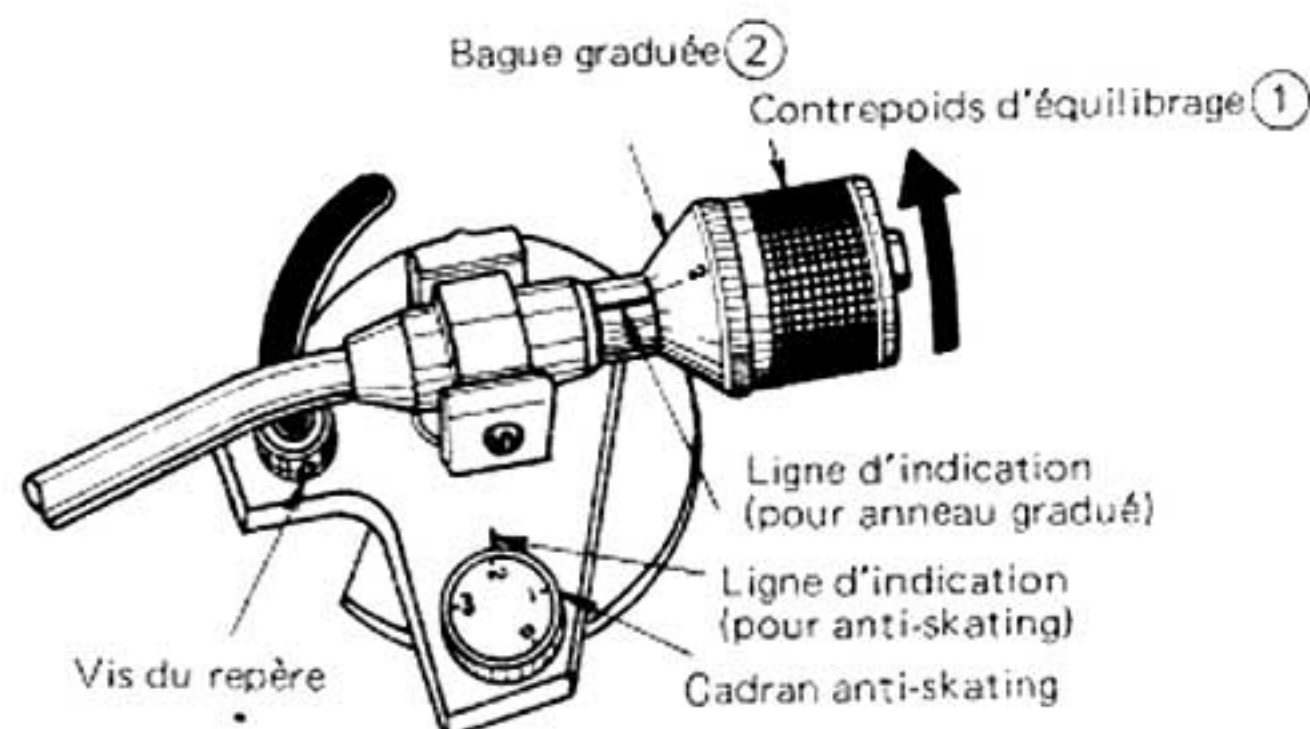

Fig. 11
- (1) Tourner le contrepoids équilibrage ① jusqu'à ce que le bras de lecture soit parfaitement équilibré.
- (2) Une fois le bras de lecture équilibré, tourner la bague noire graduée ② jusqu'à ce que le "0" de la bague vienne en regard de la ligne de repérage. Le bras de lecture est alors réglé sur zéro gramme de force d'appui.
- (3) Tourner le contrepoids équilibrage ① assez lentement jusqu'à ce que la ligne de repérage vienne se mettre en regard de la force d'appui préconisée. La pointe de lecture peut être réglée pour une force d'appui optimum. (Fig. 11)
Ajuster l'échelle de l'anti-skating avec la ligne de repérage en fonction de la force d'appui de la pointe de lecture de la cellule phonoelectrique utilisée. (Fig. 11)
Pour ajuster la hauteur de la pointe de lecture à l'aide du repère, desserrer la vis du repère Fig. 11. Ajuster la hauteur du repère de telle sorte que la distance entre la pointe de lecture et le disque se situe entre 4 et 7mm quand un disque est palcé sur le plateau;